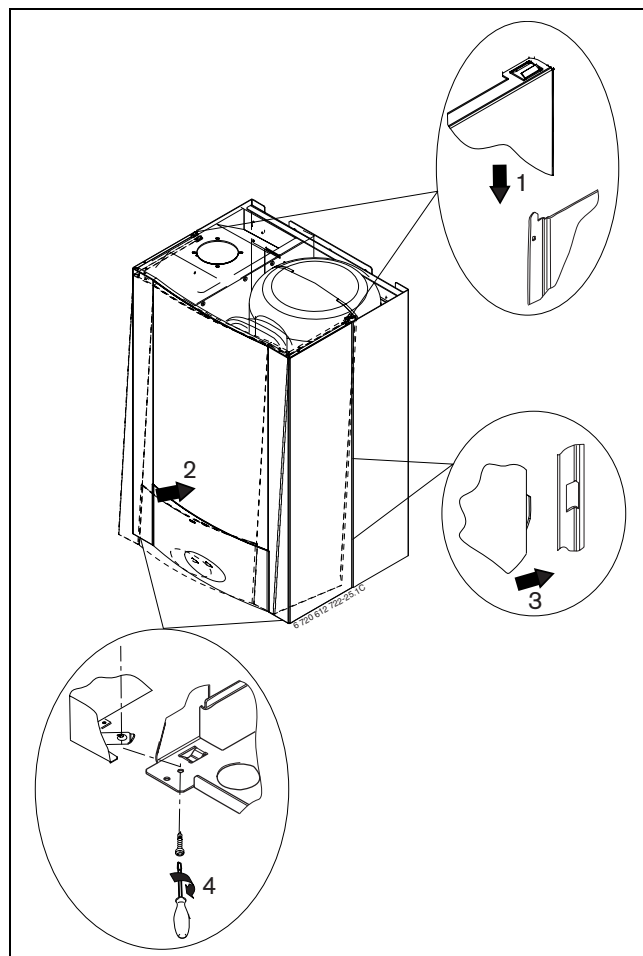

Fig. 13
- ▶ Agganciare il mantello, spingerlo verso il muro, far combaciare le lamelle di incastro e stringere le viti di bloccaggio (vedere le fasi in fig 13).